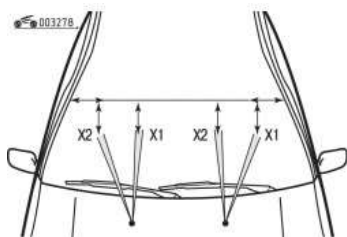

Рисунок 1 Регулировка жиклеров
- при необходимости отрегулируйте. Жиклеры стеклоомывателей ветрового стекла регулируются только по высоте, согласно (рисунок 1). Для регулировки следует использовать подходящую по диаметру иглу.